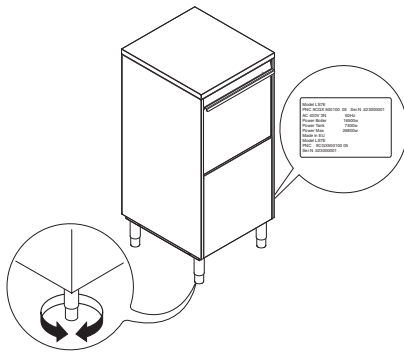

Figura 5
La targhetta caratteristiche contiene i dati identificativi e tecnici, e si trova sul pannello laterale destro dell'apparecchiatura (Figura 5).
- Posizionare la lavastoviglie ed effettuare il livellamento dell'apparecchiatura ruotando gli appositi piedini regolabili (Figura 5).